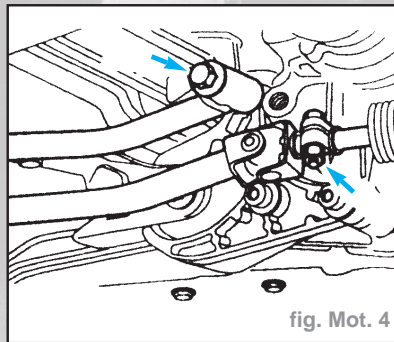

fig. Mot. 4
- Déposer la barre de changement de vitesses et la barre stabilisatrice. Les suspendre (fig. Mot. 4).